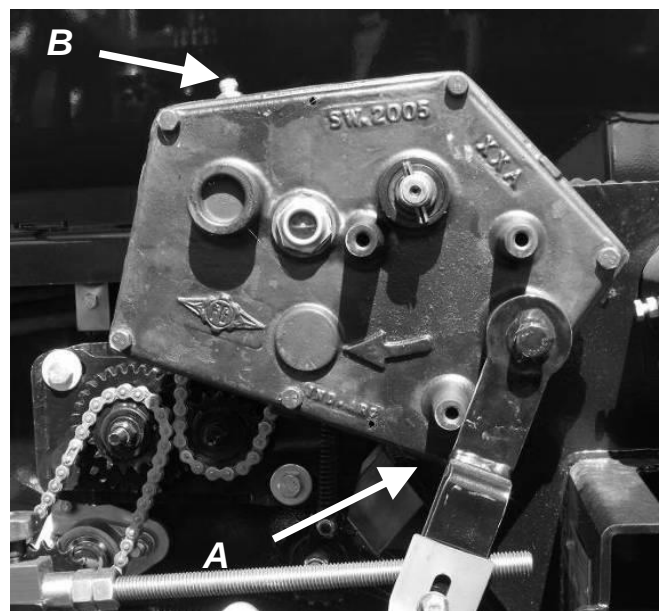

Figure 25
- ☞ La transmission variable [Figure 25] qui entraîne le système de distribution utilise de l'huile trans-hydraulique claire. Contenance : 1.75 litres.
Pour vidanger l'huile, enlevez le bouchon de vidange [figure 25, **A**] au bas du carter de la transmission. Pour faciliter l'écoulement, enlevez le bouchon de remplissage [figure 25, **B**]. Réinstallez le bouchon de vidange, puis remplissez la transmission avec de l'huile trans-hydraulique claire jusqu'au niveau recommandé. Une fenêtre indique le niveau d'huile à froid. Vérifiez le niveau d'huile à tous les jours, remplir au besoin.